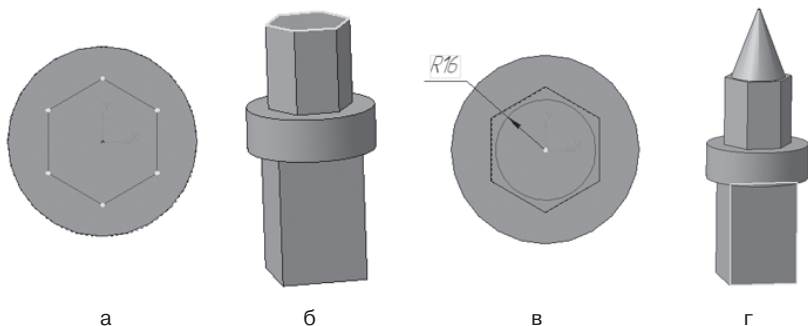

Рис. 152
- ортогональное черчение. Расположите шестиугольник, как показано на рис. 152, а;
- щелчком ЛКМ выделите верхнюю грань призмы (вы укажете плоскость для дальнейшего построения – зеленая) – рис. 152, б;
- установите курсор мыши в начало координат (сработает глобальная привязка **Ближайшая точка**). Постройте окружность радиусом 16 мм (рис. 152, в);
- щелчком ЛКМ выделите переднюю грань параллелепипеда (вы укажете плоскость для дальнейшего построения – зеленая) – рис. 152, г;